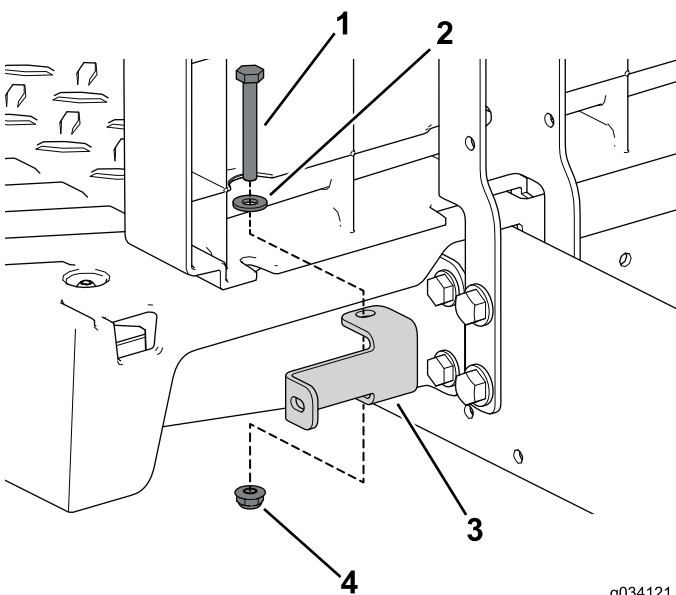

图41
6. 使用 2 个螺栓1/4 x 2 英寸、垫圈和锁紧螺母将左、右座椅支架固定到机器 图41。
7. 使用 2 个螺栓1/4 x 2 英寸、垫圈和锁紧螺母将左、右座椅支架固定到机器 图41。